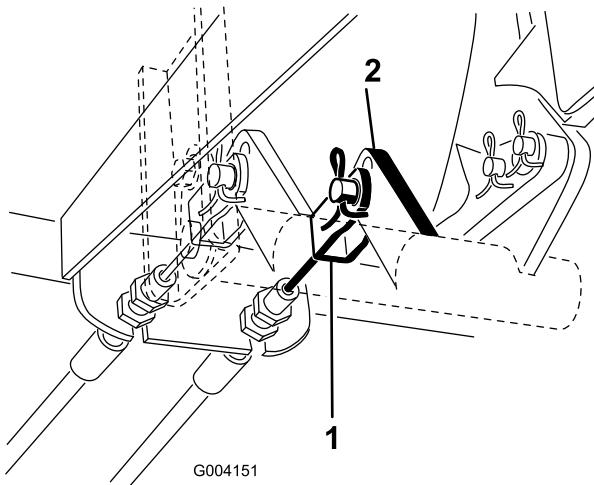

図 68
2. ブレーキ・ペダルについている左ブレーキ・ケーブルを外し（図 68）、駐車ブレーキを掛ける。